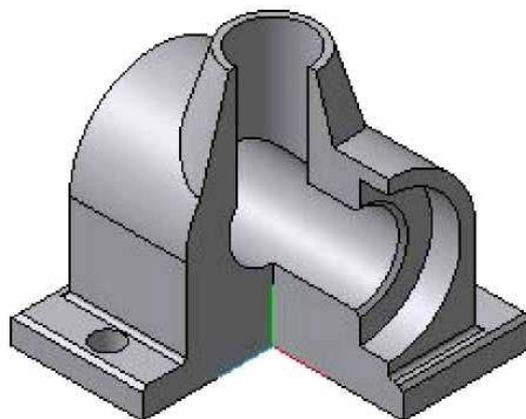

Рис. 7.33
16. Вырез четверти модели создаем при помощи команды  Сечение по эскизу. Результат работы представлен на рис. 7.33. Способ отображения - полутоновое